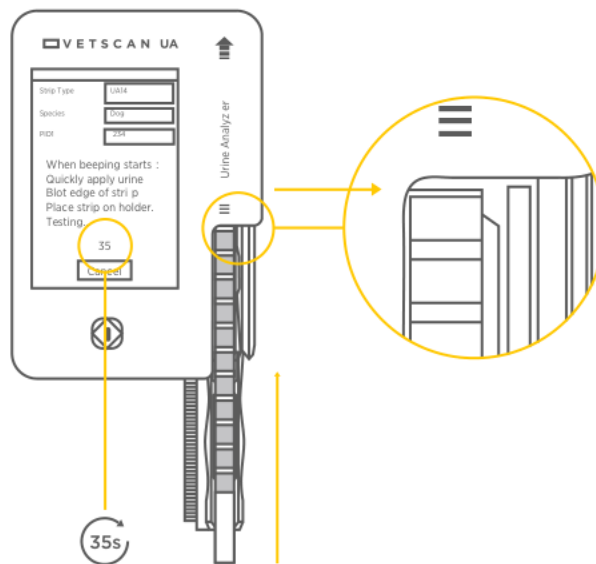

Fig. 24 Coloque la tira en la Bandeja de Tiras.
7. Coloque la tira en la Bandeja de Tiras y empuje la tira hacia adelante hasta la muesca o "tope". El extremo de la tira debe detenerse en la muesca en la cubierta superior del analizador de UA, al igual que con las corridas de muestra normales. (Fig. 24) **Este paso debe completarse antes de que el temporizador llegue a 35.** El analizador UA cronometrará las reacciones y escaneará cuando sea apropiado.